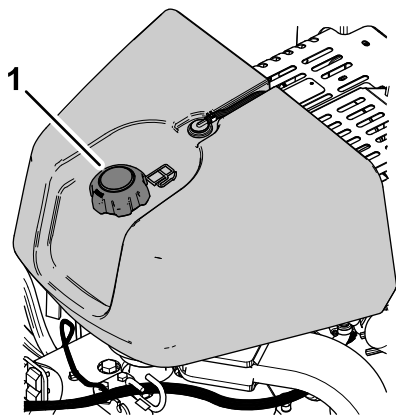

Figura 30
2. Limpe a zona em redor do tampão do depósito de combustível e retire-a (Figura 30).